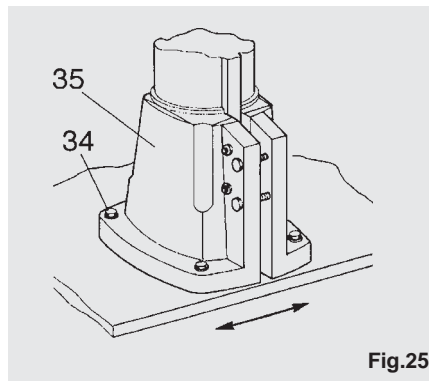

Fig.25
Als het niet lukt om het defect te verhelpen met de afstelschroeven moet men schroeven (34) van de basis (35) losdraaien (zie fig. 25) en deze enigszins draaien.